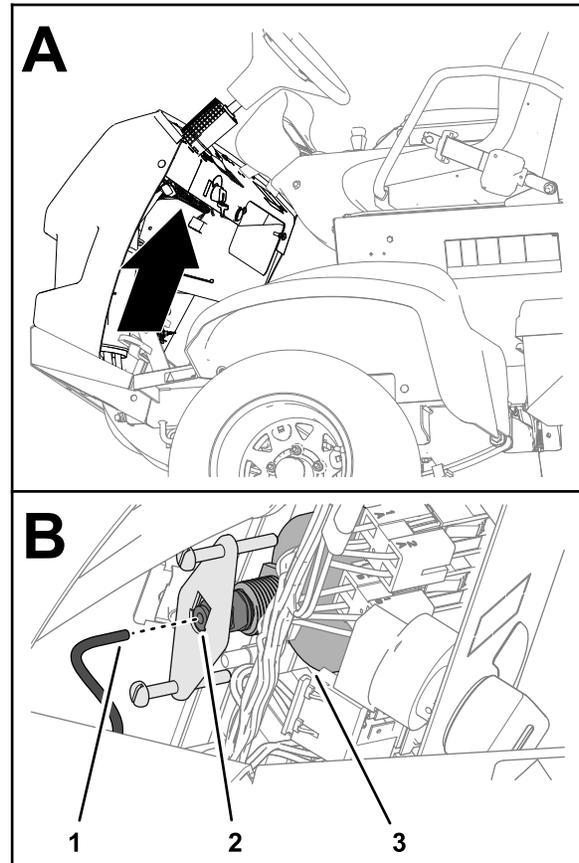

Figura 122
5. Retire o tubo da parte de trás do indicador de pressão e coloque a extremidade do tubo num recipiente (Figura 122).